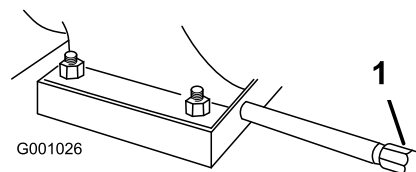

Рисунок 41
| Вязкость масла | См. Рисунок 41 |
- Очистите поверхность вокруг пробки для слива масла (Рисунок 41).